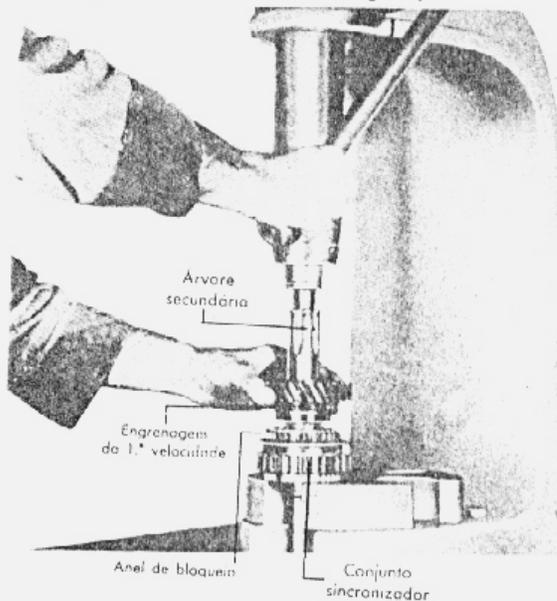

fig. 12 — instalação do conjunto sincronizador da primeira
11. Montar o conjunto do sincronizador da 1ª velocidade e engrenagem da ré e prensá-lo na árvore secundária, certificando-se de instalar o anel de bloqueio da 1ª velocidade (fig. 12).